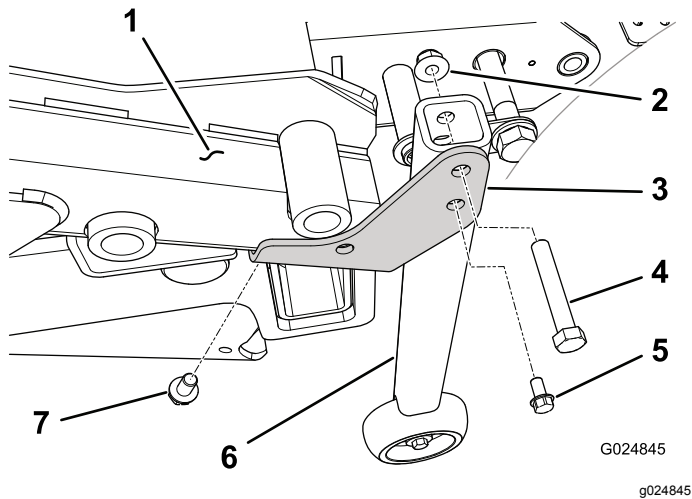

Bild 48
der entsprechenden hinteren Kante des Mähwerkrahmens (Bild 48)
4. Befestigen Sie die Rolle mit einer Schraube ($\frac{3}{8}$ " x $2\frac{1}{4}$ "") und Bundmutter an jeder Umrüstungshalterung (Bild 48).